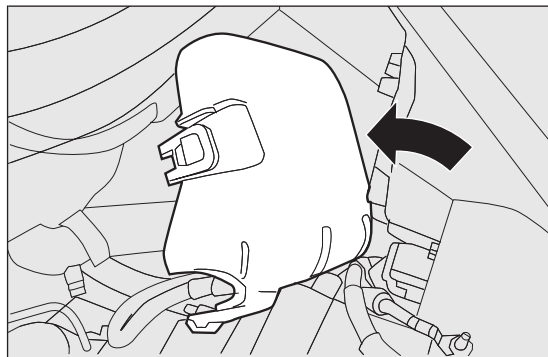

fig. 169
- ❑ spostare il coperchio verso il proiettore, ruotandolo in senso antiorario (come indicato dalla freccia) e successivamente rimuoverlo fig. 169;